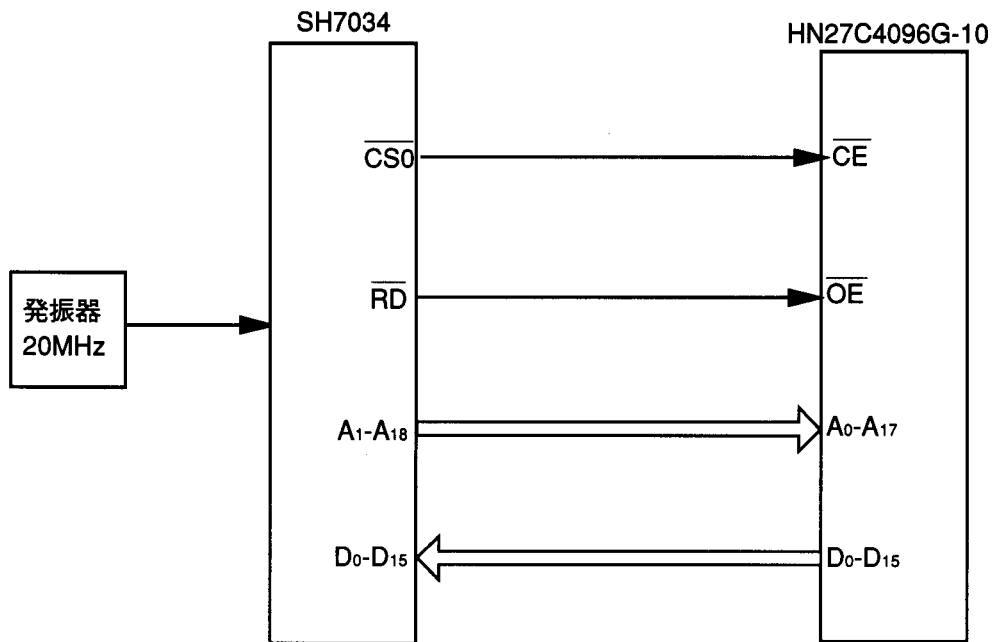

図1 SH7034およびHN27C4096G-10接続ブロック図
- (1) 図1に示すように、SH7034とEPROM (HN27C4096G-10) とインタフェースを行います。